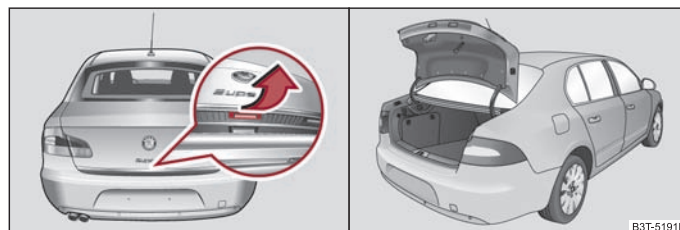

Fig. 30 Mânerul capacului portbagajului/ capacul mic al portbagajului deschis
După descuierea autovehiculului de la telecomandă, respectiv cu cheia ⇒ pagina 43, puteți deschide capacul mic al portbagajului ⇒ fig. 30.
- Apăsăți mânerul de pe partea interioară a capacului portbagajului ⇒ fig. 30 - stânga, capacul se ridică automat ⇒ fig. 30.